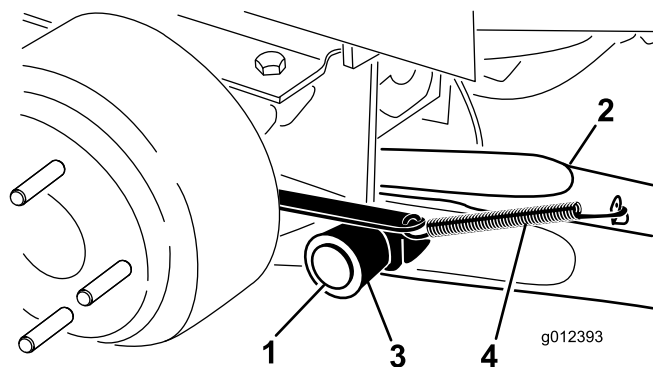

Figura 2
4. Monte um braço de elevação no apoio da articulação com um pino de articulação e um contrapino (Figura 2). Monte o braço de elevação com a dobra posicionada para fora.
5. Coloque a mola de retorno do travão na patilha no braço de elevação (Figura 2).